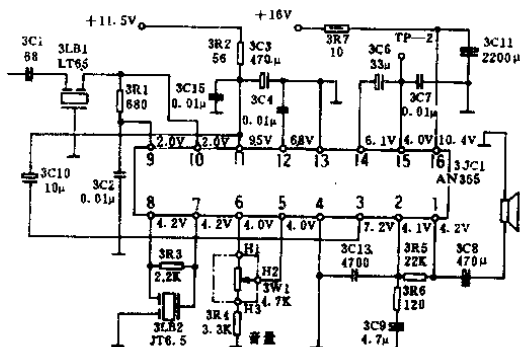
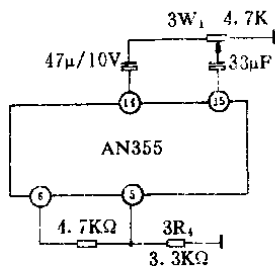
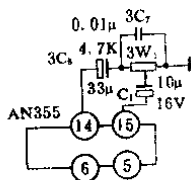

图 1-5
图 1-7
图 1-8
6. 牡丹 35H1B 型黑白电视机,图像正常、无伴音。该机伴音电路采用 AN355 集成块,电路见图 1-5。分析故障是集成块 AN355 或其外围电路损坏造成。用万用表测 AN355 各脚工作电压,发现除⑤、⑥脚由正常的 4V 上升为 6V 外,其余各脚电压均正常。在测⑫脚时,能听到喇叭发出的“咯咯”声,说明伴音低放级正常。故障部位在音量控制部分或伴音中放级。由于音频信号是通过 AN355 内部的直流电子音量控制电路进入低放级的,⑤、⑥脚是直流电子音量控制的功能脚,电压偏高说明其内部损坏,使音频信号不能进入低放级导致无声。如果 AN355 伴音中放级正常,可进行应急修理。
7. 一台百花牌 14 英寸黑白电视机, 出现音量失控故障, 即一开机声音就很大, 调节音量电位器不起作用。这种故障主要出在直流电子音量控制部分。如换集成块既麻烦又浪费。该机伴音电路见(参图 1-5)。经试验, 在 AN355 外围的电路进行变动, 改直流电子音量控制为通常的音量控制方法, 获得良好的效果。具体方法见图 1-7: 把音量电位器 $3W_1$ (4.7K) 从集成块 AN355 的⑤、⑥脚焊开, 改接到⑭、⑮脚之间, 在 AN355 的⑭脚上串接一只隔直流电容(47μF/10V), 将 $3W_1$ (4.7K) 的中间臂通过原来电路上的耦合电容(33μ)与⑮脚相接。另外, 在
8. 一台牡丹 35H1 型黑白电视机出现音量失控故障,伴音电路参见图 1-5。测得伴音集成块 AN355 第⑤脚电压为
方法是参见图 1-5。将集成块⑤和⑬脚断开,去掉 $3R_1$,增加一只 $10\mu\text{F}/16\text{V}$ 电解电容 C_1 ,按图 1-8 接线即可。这样改接后,⑭脚输出的音频信号经 $3C_7$ 由音量电位器 $3W_1$ 直接控制,再经 C_1 输入到音频放大器输入端⑬脚。改变 $3W_1$ 的阻值,就改变了音频放大电路输入信号的大小,使音量可调,故障排除。